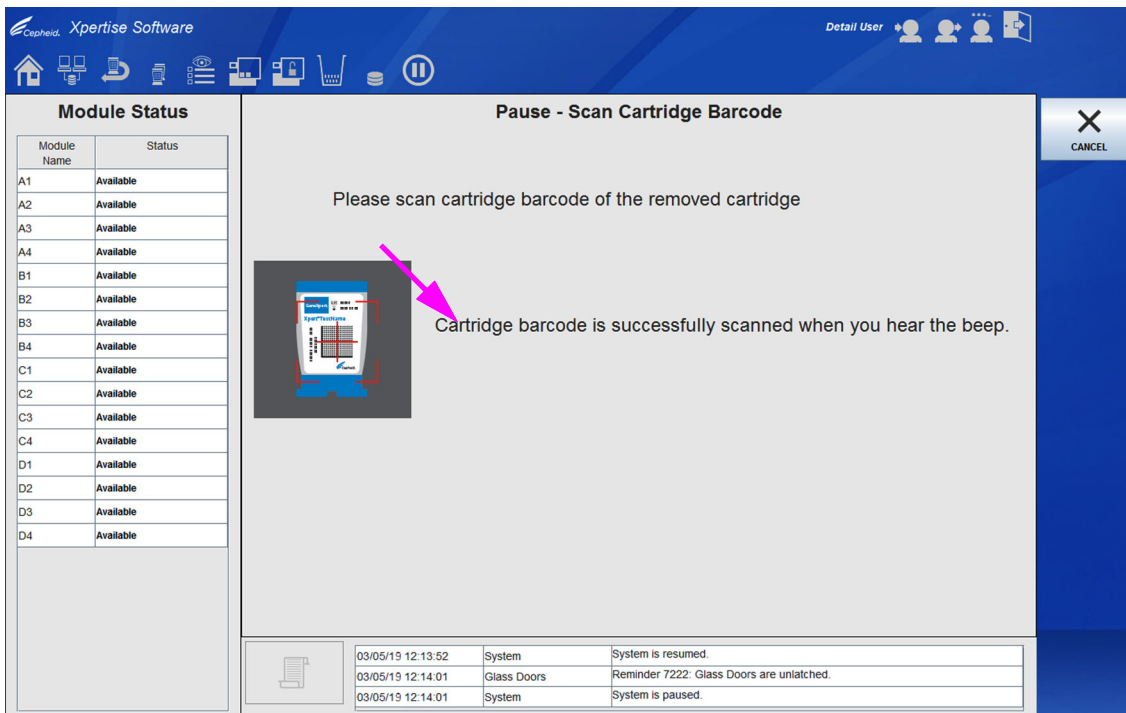

Figura 10-41. Área de trabalho Pause - Scan Cartridge Barcode (Pausa - Ler código de barras do cartucho)
Se retirar cartuchos do instrumento durante a pausa, tem de ler o código de barras do cartucho na área de trabalho Pause - Scan Cartridge Barcode (Pausa - Ler código de barras do cartucho). Ver Figura 10-41.
4. Leia e execute as instruções fornecidas na área de trabalho Pause - Scan Cartridge Barcode (Pausa - Ler código de barras do cartucho). Ver Figura 10-41. Leia o código de barras do cartucho que foi retirado do sistema.